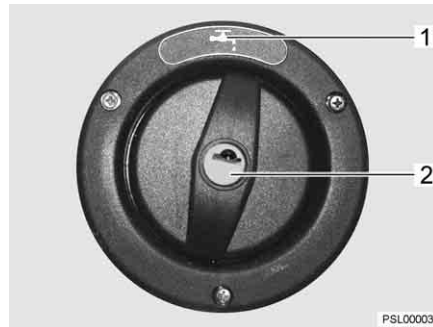

Fig. 66 Tapa de cierre para el tubo de llenado de agua potable
- ▷ El tubo de llenado de agua potable está identificado con el símbolo  (Fig. 66,1).
- Introducir la llave en el cilindro de cierre (Fig. 66,2) y girar en sentido contrario a las agujas del reloj.